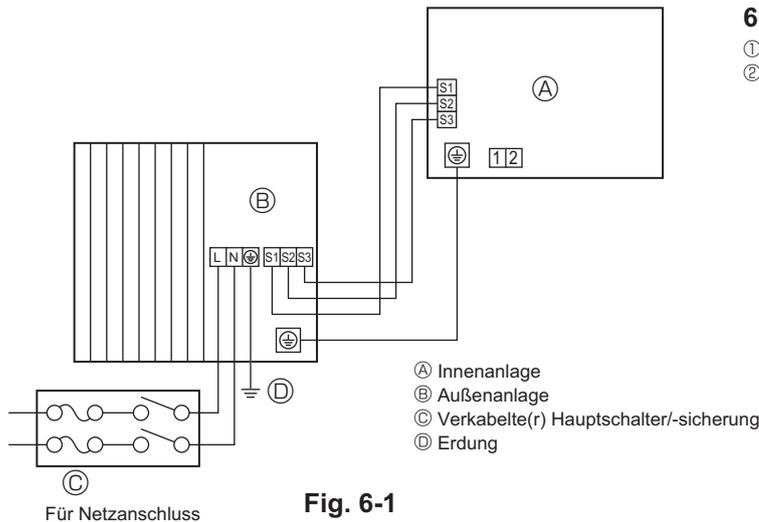
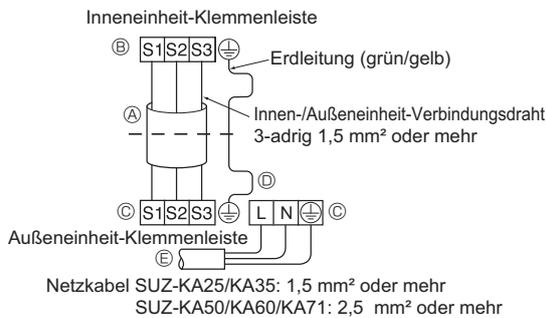
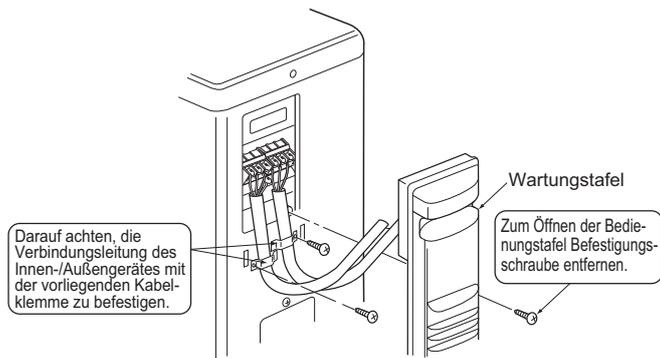
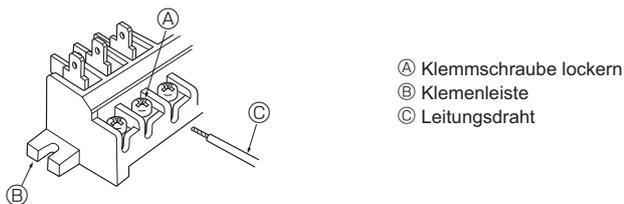

Fig. 6-1
Fig. 6-2
Fig. 6-3
Fig. 6-4
6.1. Außeneinheit (Fig. 6-1, Fig. 6-2, Fig. 6-3, Fig. 6-4)
- ① Die Wartungstafel entfernen.
- Verdrahtung wie in der Abbildung links unten dargestellt vornehmen. (Kabel ist vor Ort zu beschaffen) (Fig. 6-2)
- **Sorgfältig darauf achten, Fehlverdrahtung zu verhindern. (Fig. 6-4)**